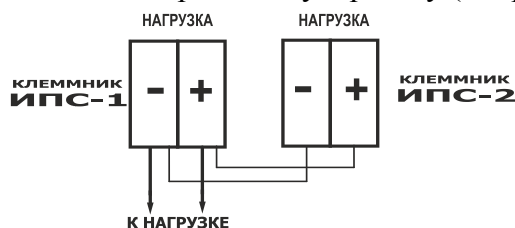

Рис.3
**5.9.** **ИПС** допускает включение на параллельную работу (см. рис.3)